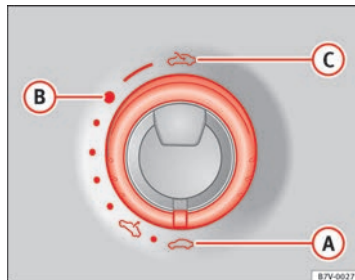

Fig. 62 No revestimento interior do tecto: rode o comutador para abrir e fechar.
⇒ Fig. 62
- O comutador ⇒ Fig. 62 ① deve estar na posição de «fechado» ①A.